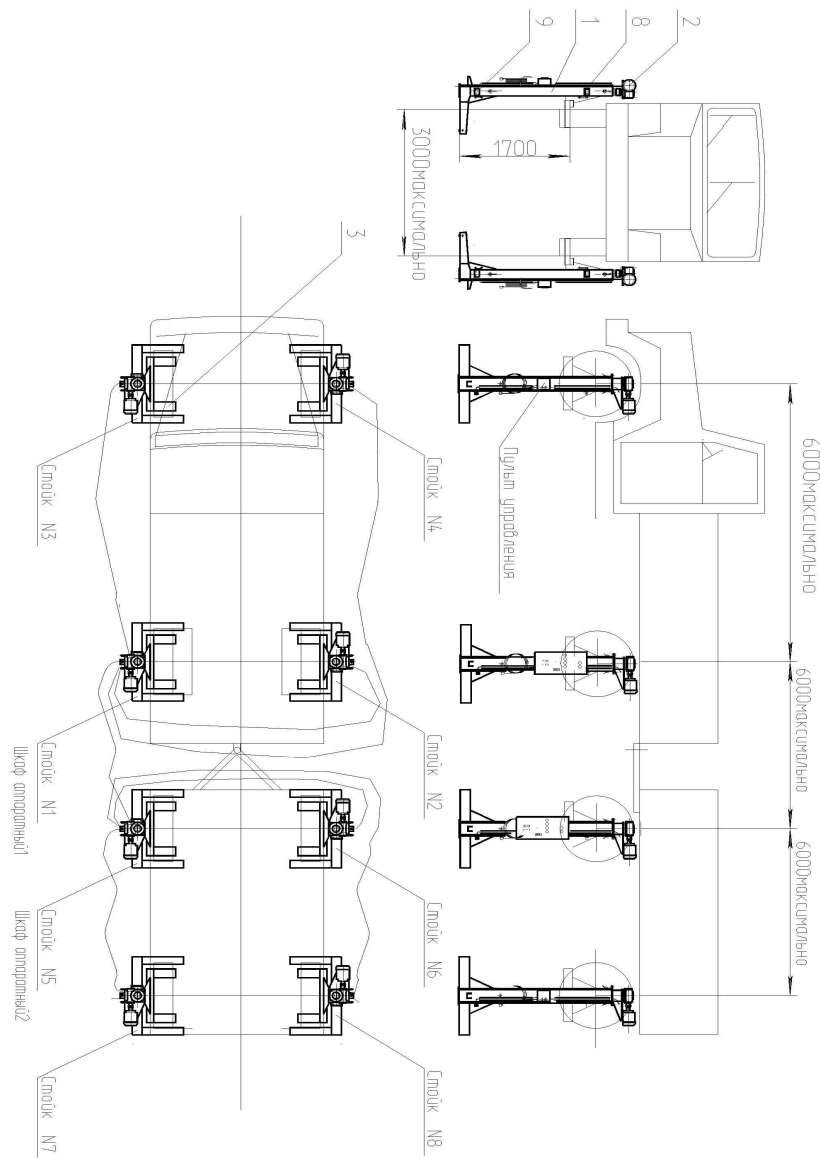
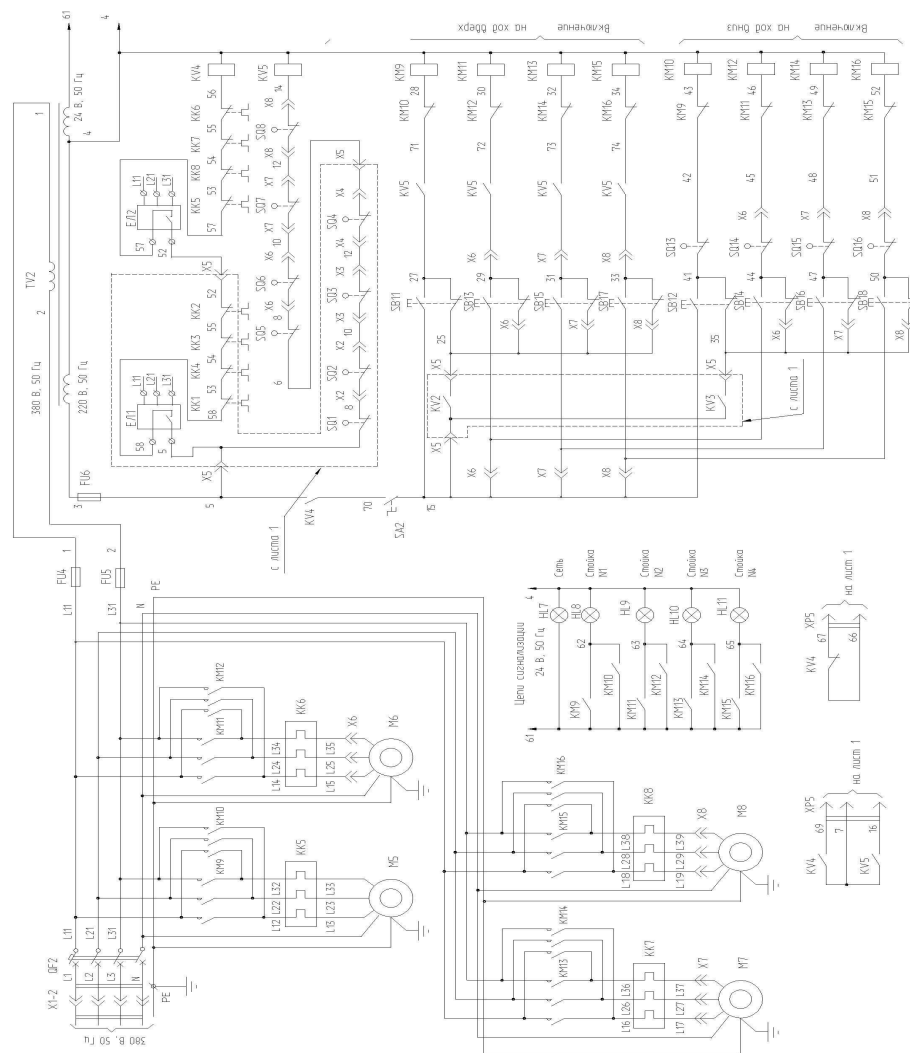
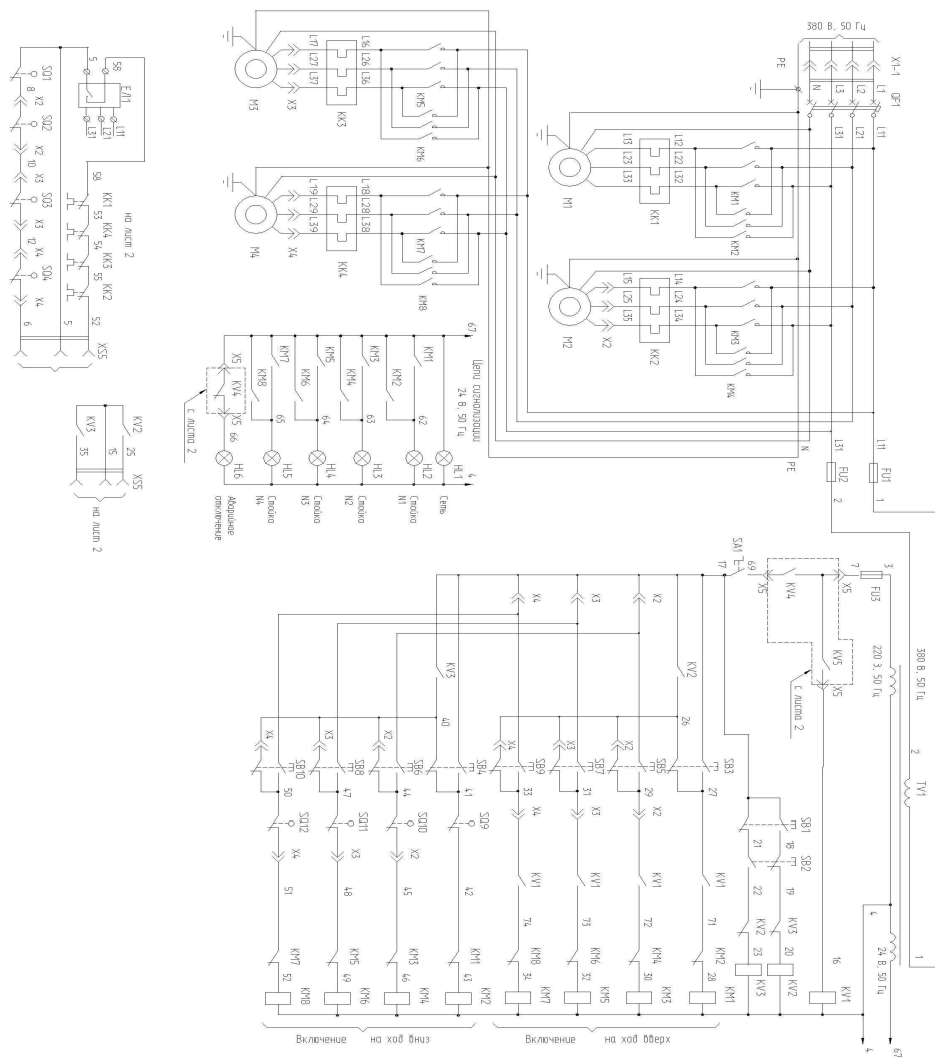

Рис. 1. Подъемник передвижной ПП-32
Рис. 2. Схема электрическая принципиальная ПП-32 (Лист 1, Листов 2)
Рис. 3 Схема электрическая принципиальная ПП-32
4.1. Подъемник состоит из восьми стоек (см. Рис.1 и Рис.2), каждая из которых имеет электромеханический привод, каретку, грузовой винт, рабочую и страховую гайки, конечные выключатели верхнего и нижнего положения кареток. На первой стойке установлен шкаф аппаратный, имеющий корпус с панелью электрооборудования, автоматический выключатель, лампочку «Сеть», кнопки «Вверх» и «Вниз» для управления первой стойкой и кнопки «Вверх» и «Вниз» для управления всеми стойками одновременно. На стойке №5 установлен второй аппаратный шкаф который соединён с первым соединительным кабелем и обеспечивает работу стоек 5;6;7;8 в автономном режиме.
4.3. Описание работы схемы электрической (см. Рис. 2,Рис.3).